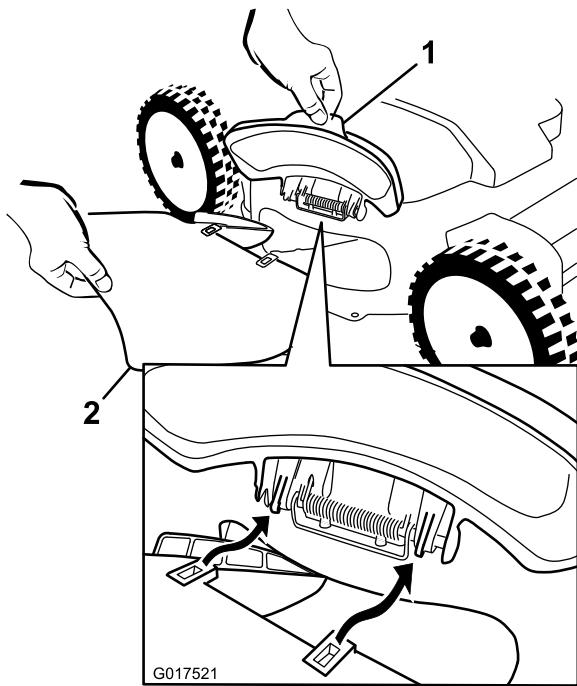
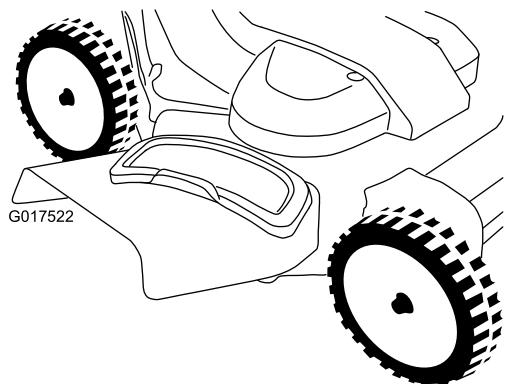

Figura 29
Figura 30
1. Levante el deflector de descarga lateral (Figura 29).
2. Instale el conducto de descarga lateral según se muestra en Figura 29 y Figura 30, y cierre el deflecto sobre el conducto.